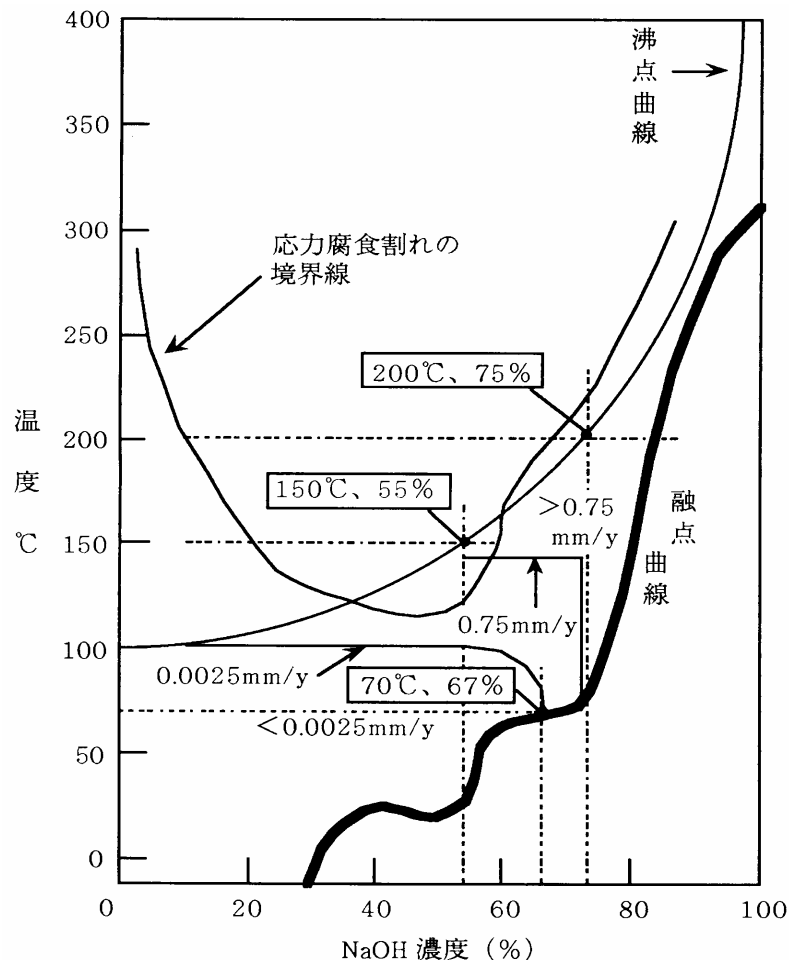

図1 18-8ステンレス鋼の耐アルカリ性
**A:** 苛性ソーダ水溶液中でのステンレス鋼の腐食速度は、図1に示されるように、温度・濃度条件により大きく異なる。図より、温度条件 60℃以下では 18Cr8Ni ステンレス (304) 鋼の腐食速度は全濃度域で 0.0025mm/y 以下で不動態を保つことが判る (1)。しかし、温度が 70℃の場合、苛性ソーダ濃度が 67%以上では腐食速度の増加が顕著となり、濃度 70%で 0.75mm/y 程度と速い腐食速度となる (2)。図1中に併記した沸点曲線から、大気圧下で苛性ソーダの溶液温度が 150℃になるとき、その濃度は 55%以上になることがわかる。この領域での腐食速度は 0.75mm/y 以上であり、さらに応力腐食割れの発生を懸念しなければならない。また、溶液温度 200℃の場合は苛性ソーダ濃度 75%となり、この条件での腐食速度は 150℃の場合と同様に 0.75mm/y 以上となる。しかし、応力腐食割れ領域からは外れるため、均一 (全面) 腐食のみ考慮すれば良い。図1の腐食領域図は、ステンレス鋼の種類により異なるが (3) の条件では図示の 18-8(304) 鋼と 316 鋼とで違いはない。高温・高濃度のアルカリ環境中では、上述のように均一 (全面) 腐食のほか応力腐食割れも起こる可能性があることに留意する (3)。